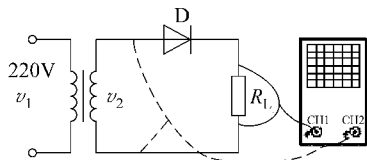

图 1-9 半波整流电路波形测试实验电路图
测试半波整流电路波形的实验与实训电路如图 1-9 所示。
(2) 实验与实训步骤
① 实物准备：变压器 6V、电阻 $1\text{k}\Omega$ 、二极管 1N4007、示波器等。
② 按图 1-9 连接各元器件，在实验电路板上焊接各个元器件和连接线。
③ 将示波器探头连接至电路，CH1 输入接 R_L 两端，CH2 输入接变压器输出端。
④ 示波器各开关位置参见表 1-7。